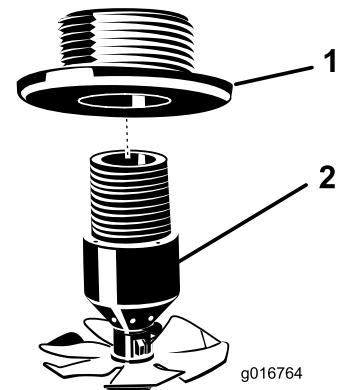

Bild 14
1. Befestigen Sie die Spüldüse am Schottanschlussstück (Bild 14).